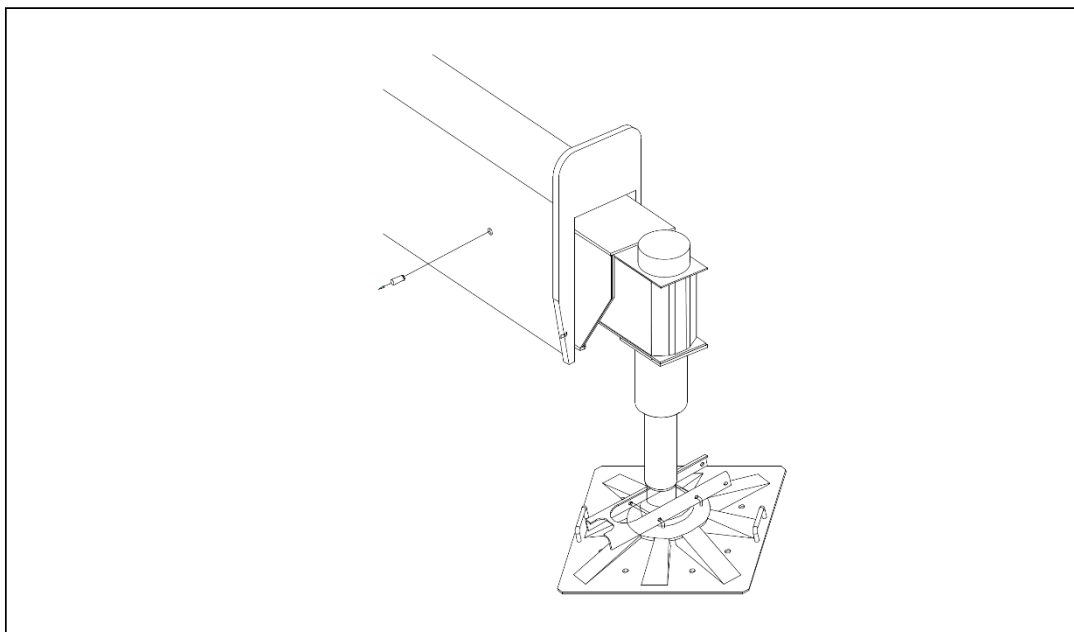

Figura 3-61 Remoção dos pinos de retenção
- Remova os pinos de retenção das vigas deslizantes (consulte a Figura 3-61).